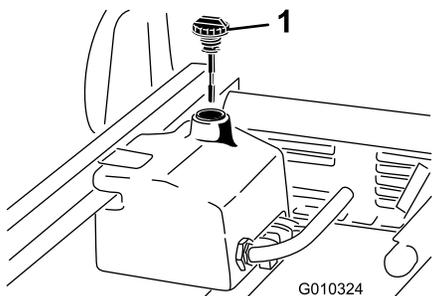

図 19
1. 油圧オイルタンクの注油口周辺をきれいに拭き、キャップを外す 図 19。
3. 補給口の首からディップスティック 図 19 を抜き、ウェスできれいに拭う。